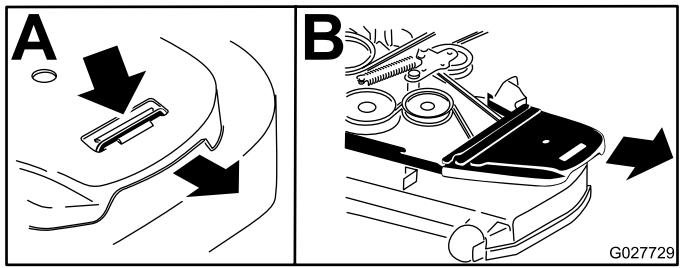

Figura 79
- Retire las cubiertas de la correa (Figura 79).